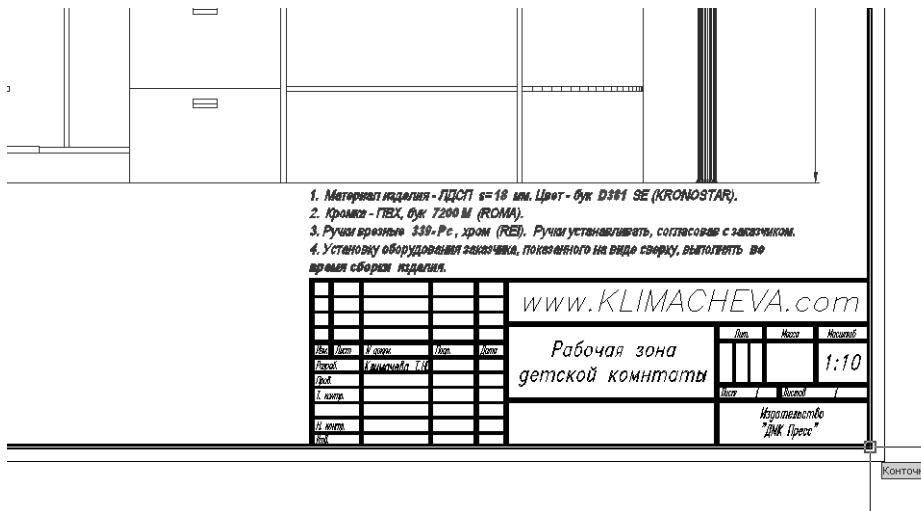

Рис. 13.9 ▼ Выбор базовой точки на листе модели для копирования основной надписи в буфер обмена
2. В ответ на приглашение AutoCAD задать базовую точку выберите правый нижний угол основной надписи (рис. 13.9).